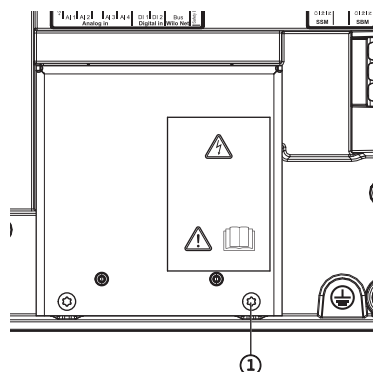

Fig. 113: Chapa de protección de compatibilidad electromagnética
4. Suelte los tornillos de la chapa de protección de compatibilidad electromagnética (Fig. 113, Pos. 1) y retire la chapa de protección.